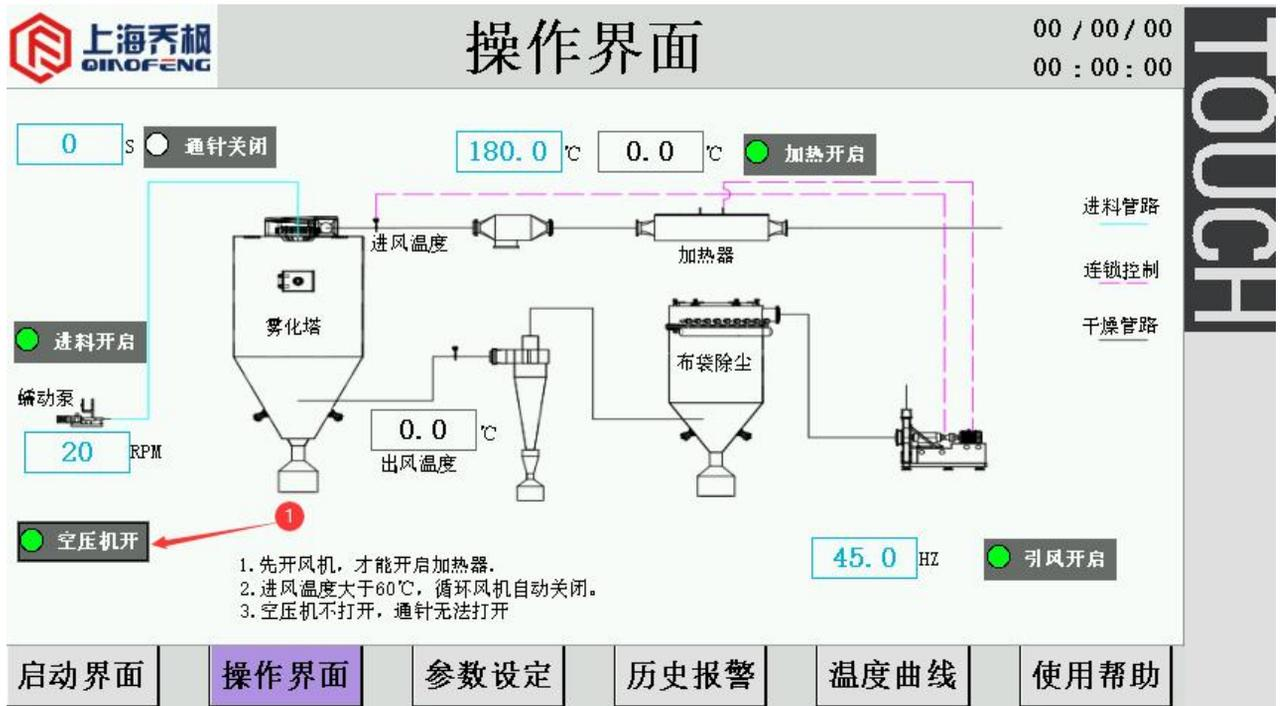

图 10
(8) 点击“空压机开关”，开启空压机。显示状态如图 10 所示。